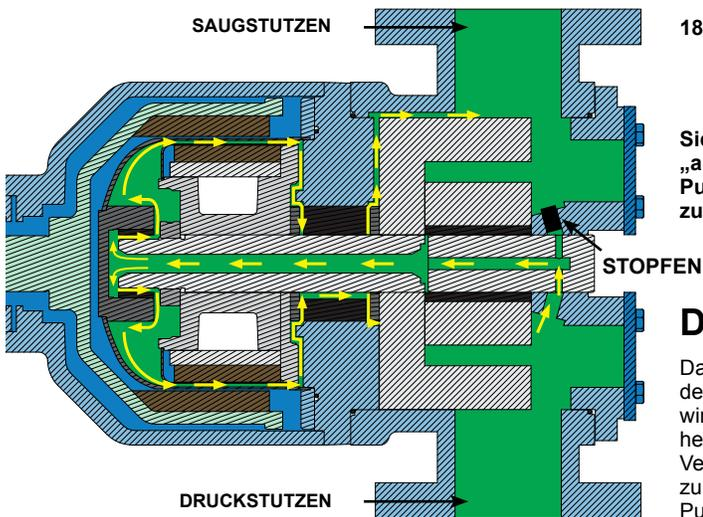

ABBILDUNG 17
11. Darauf achten, dass der Verschlussstopfen in der Bohrung auf der Saugseite des Kopfes an der Unterseite des Losrads installiert ist. Die Bohrung in der Druckseite darf nicht blockiert sein. Siehe **Abbildung 17** auf Seite 10.
Das Prozessmedium wird gewöhnlich von der Druckseite der Pumpe der hohlen Welle und dem Spannrollenbolzen zugeführt. Das Medium wird in die Spalttopfbuchse und um die Innenseite des Spalttopfes herum gedrückt. Anschließend fließt das Prozessmedium durch die Verbindung zwischen Anlaufscheiben und Adapterplattenbuchse zur Saugseite der Pumpe zurück. Bei gegenläufigem Betrieb der Pumpe erfolgt der Flüssigkeitsstrom auf umgekehrte Weise (siehe **Abbildung 17**).